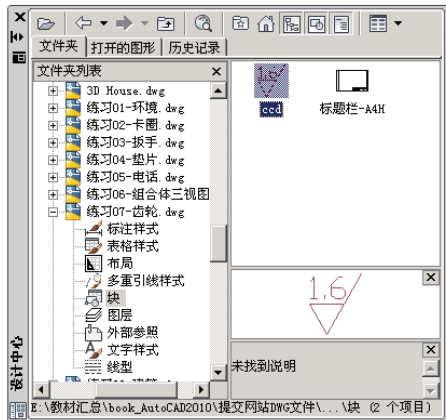

图 T10-15 用“设计中心”选项板共享块
① 单击“标准”工具栏中的设计中心按钮。
② 查找实验 7 保存的文件“练习 7-齿轮”, 单击“块”。
③ 拖动块“ccd”到当前图形中, 如图 T10-15 所示。